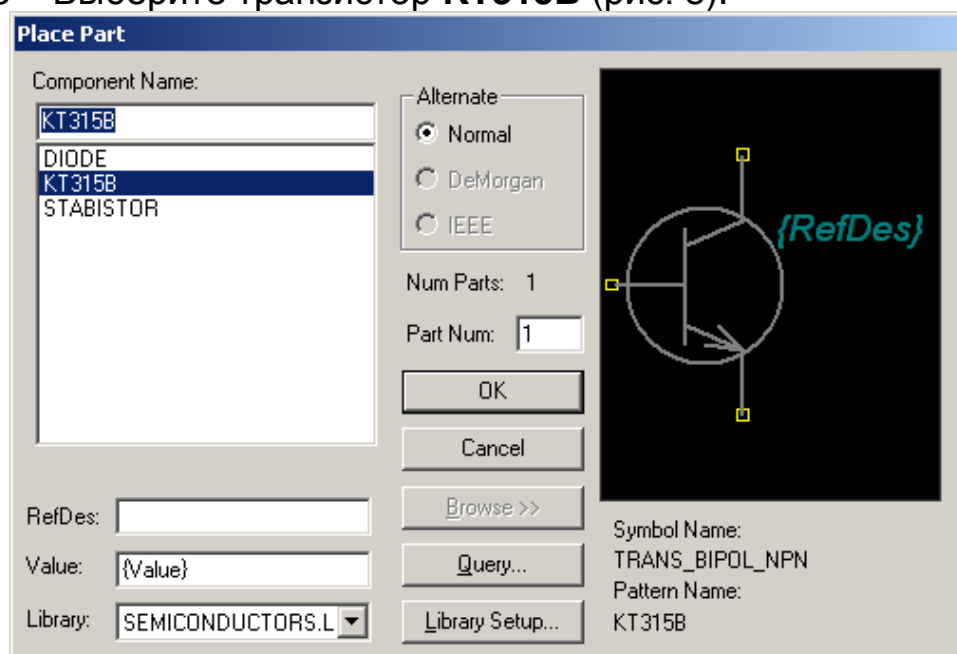

Рис. 8 Выбор транзистора из библиотеки
- 5.3 Выберите транзистор **KT315B** (рис. 8).